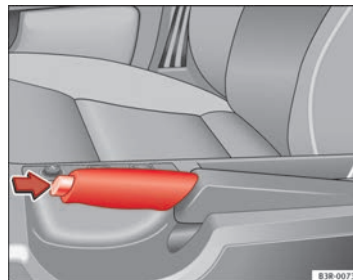

Fig. 152 Detalle de la consola central: Freno de mano puesto
- Levante ligeramente la palanca del freno de mano y pulse al mismo tiempo el botón de bloqueo ⇒ fig. 152 (flecha).